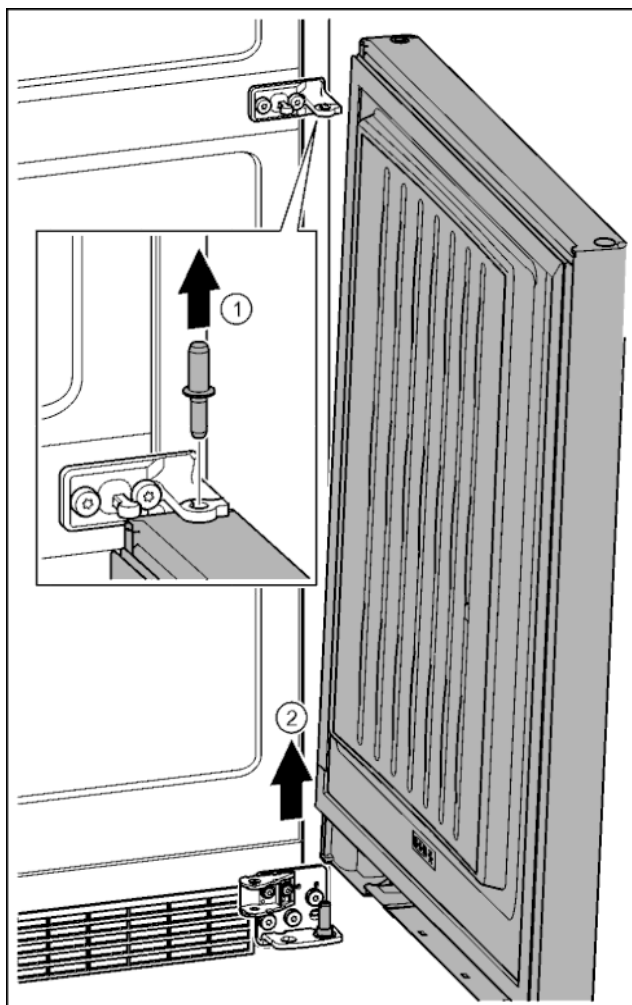

Fig. 26
- ▶ Čep vytáhněte nahoru. Fig. 26 (1)
- ▶ Dveře vysadíte, vytáhněte nahoru a odložte stranou. Fig. 26 (2)